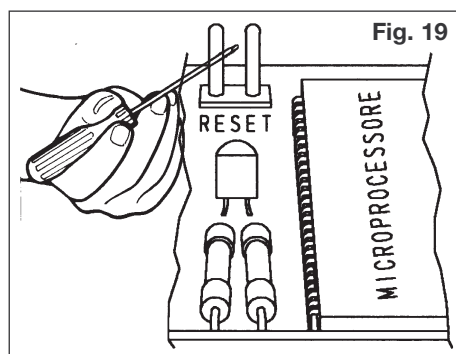

Fig. 19
- C- premere il pulsante PS1 e, tenendolo premuto, imporre un reset cortocircuitando momentaneamente il connettore RESET (Fig. 19).
- C- drücken sie die Taste PS1, halten Sie diese gedrückt und schließen Sie den Kontakt RESET für einen Moment, um ein Zurücksetzen vorzunehmen (Abb. 19).
- C- press and hold pushbutton PS1 and reset by briefly shorting the connector RESET (Fig. 19).
- C- appuyer sur le bouton PS1 et, sans le relâcher, imposer une R.A.Z. en court-circuitant momentanément le connecteur RESET (Fig. 19).
- C- presionar el pulsador PS1 y, teniéndolo presionado, regular de nuevo cortocircuitando momentáneamente el conector RESET (Fig. 19).
- C. premir o botão PS1 e, mantendo-o pressionado, provocar um reset curto-circuitando momentaneamente o conector RESET (Fig. 19).